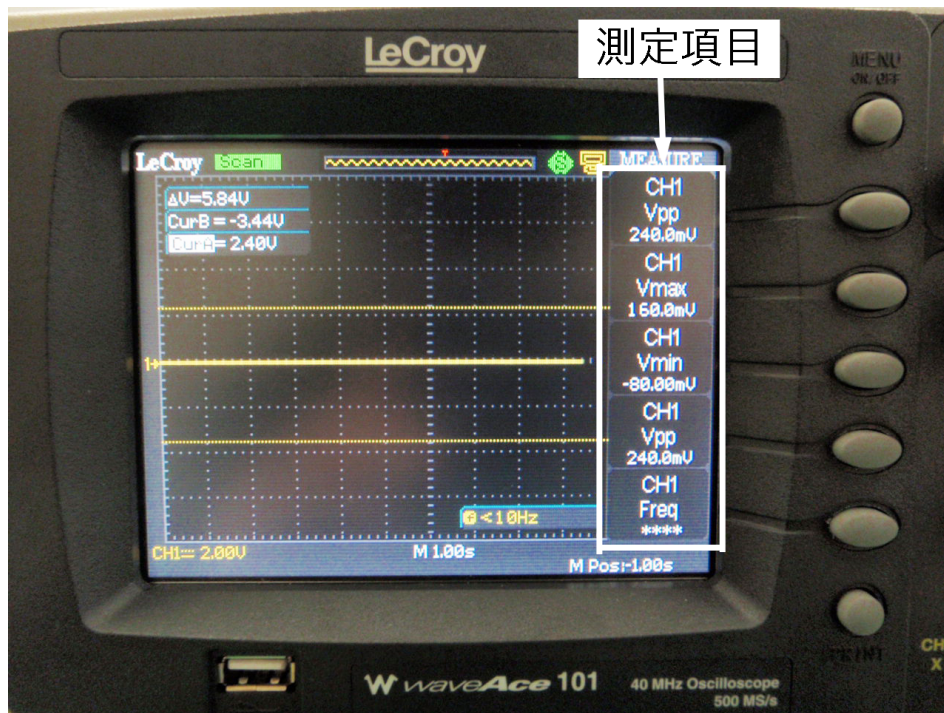

Fig. 3.2: Measure
Measure ³は図 3.2 のように測定項目を設定し、自動的に算出し、測定する。そこで、測定項目を設定しなければならない。今回の強制振動実験に必要な測定項目は以下の四つである。
6. 測定項目を設定し終わったら，Return オプションボタンを押し，ディスプレイを図 3.2 の状態に戻す。
3. 図 3.2 のように測定項目に測定した値が表示される。